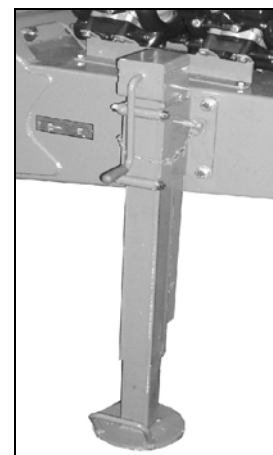

Bild 53
- Stödfoten nedsänkt (Bild 53) när maskinen är frånkopplad.